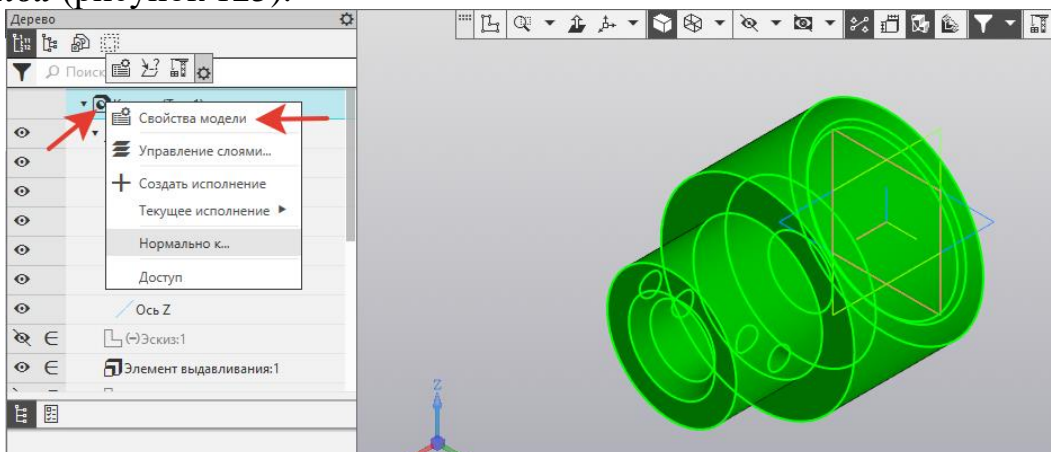

Рисунок 125.
20. В дереве модели ПРАВОЙ клавишей мыши нажмите **Свойства** (рисунок 125).